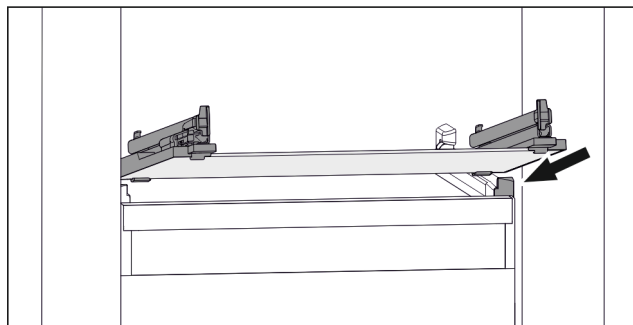

Fig. 139 Exemple de représentation de la tablette en verre
- ▶ Placer la tablette en verre, en l'inclinant, derrière les butées. (voir Fig. 139)